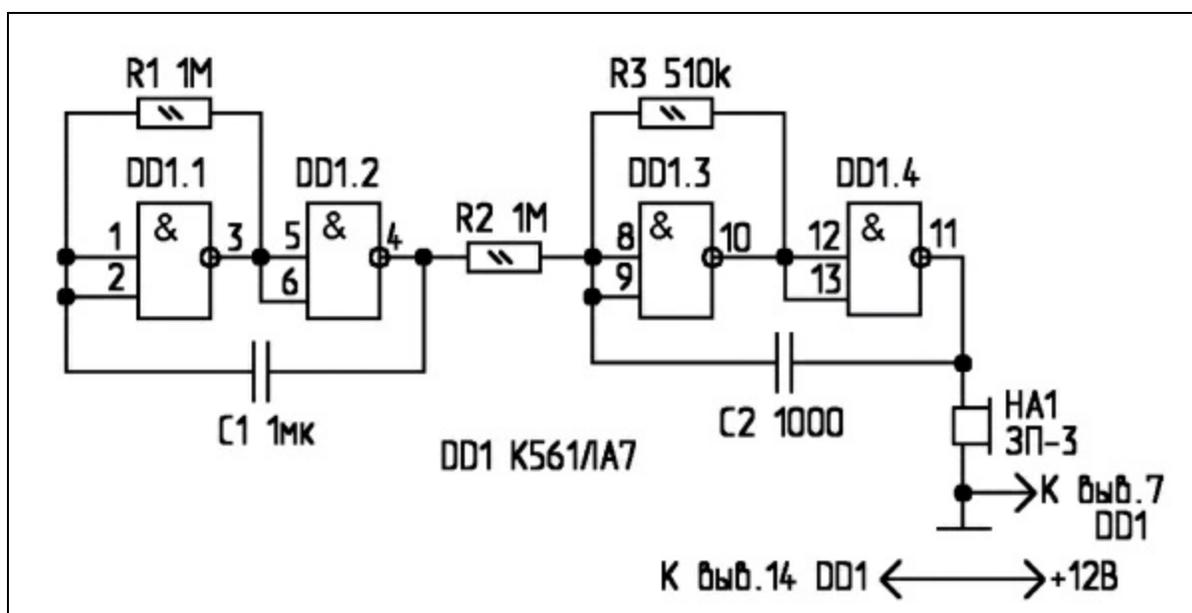

Рис. 2.14. Электрическая схема генератора колебаний звуковой частоты
На рис. 2.14 изображена схема генератора колебаний звуковой частоты (34) с переменной частотой.